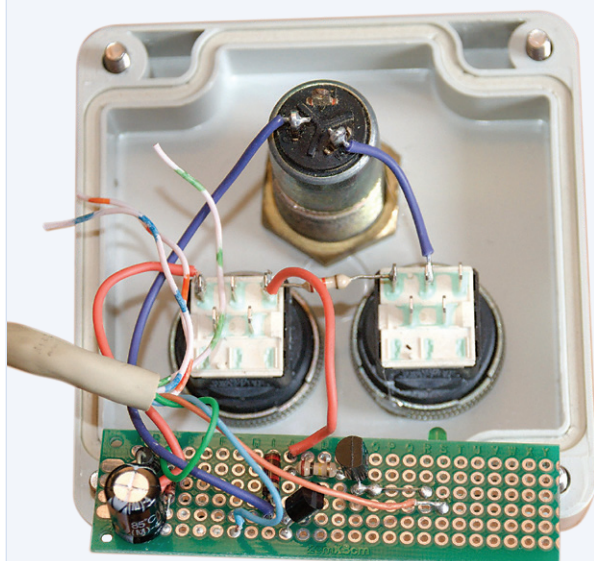

Figure 4. L'intérieur du boîtier de commande. Le petit circuit pastillé peut être fixé à côté des boutons-poussoirs avec une goutte de colle thermofusible.
- Un boîtier presque carré en polycarbonate de 82×80×55 mm (Bopla M210, voir **fig. 4**). Ce boîtier abrite les deux boutons-poussoirs et l'interrupteur à clé ainsi que l'électronique de commande en 12 V. Ce boîtier s'adapte parfaitement à l'un de mes deux établis. Les boutons-poussoirs sont accessibles à tout moment depuis les deux établis.